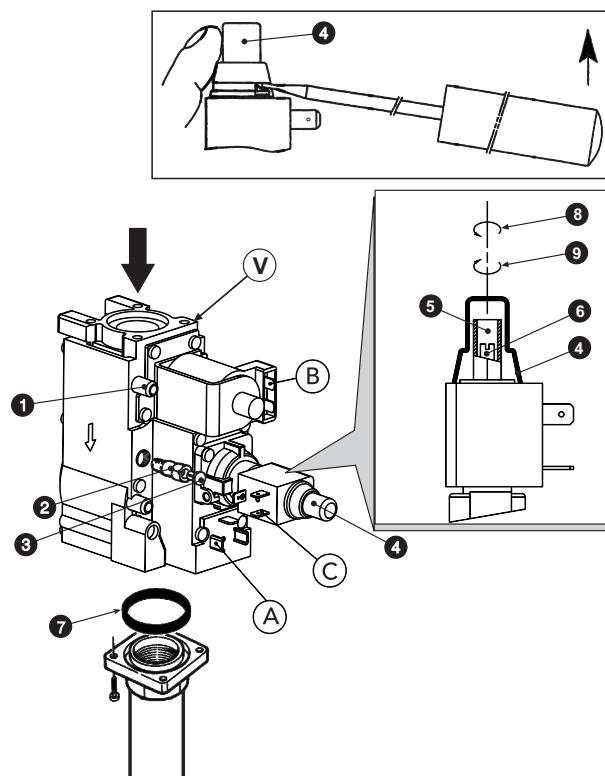

fig. 4 - Transformation du gaz d'alimentation
Les opérations de réglage de la pressions se font chaudière en marche et agissant sur le régulateur de pression installé sur les vannes gaz à 2 étages (voir fig. 4)
3. Retirer le couvercle de protection du régulateur de pression 4, fig. 4.
1. Tourner lentement la manette du thermostat de réglage dans le sens des aiguilles d'une montre jusqu'au 1er clic ; la vanne de gaz sera alimentée uniquement sur les connexions A et B (voir fig. 4).
2. Agir sur la vis 6, fig. 4 en s'assurant que la pression correspond aux valeurs de la table des données techniques, sez. 5.3.
1. Tourner la manette du thermostat de réglage sur la valeur maxi ; la vanne de gaz sera alimentée sur les connexions A, B et C (voir fig. 4).
2. Agir sur la vis 5, fig. 4 en s'assurant que la pression correspond aux valeurs de la table des données techniques, sez. 5.3.
2. Retirer le bouchon de la vanne de gaz 3 (fig. 4), visser sur la vanne le régulateur "STEP" d'allumage 2 contenu dans le kit de transformation et remettre le bouchon 3 sur le régulateur.
Effectuer les opérations ci-dessus en ayant soin de retirer le régulateur "STEP" d'allumage 2 de fig. 4 de la vanne de gaz ; le bouchon 3 fig. 4 doit être monté directement sur la vanne.